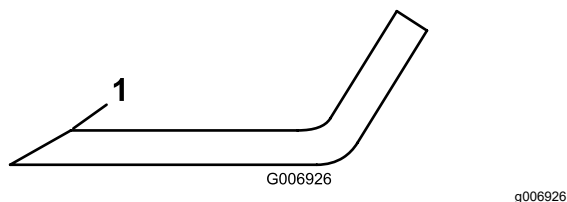

Figura 74
- Inspecione as extremidades de corte de todas as lâminas. Afie as extremidades de corte se apresentarem sinais de desgaste ou ranhuras, afie apenas a zona superior da parte cortante e mantenha o ângulo de corte original para garantir um desempenho eficaz da lâmina (Figura 74).